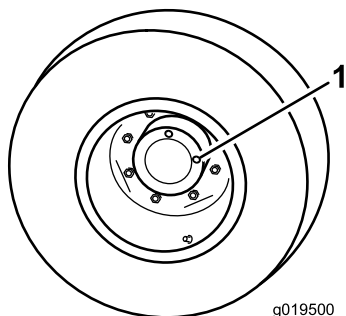

Figura 58
1. Con la macchina parcheggiata su terreno pianeggiante, posizionate la ruota in modo che un tappo di controllo si trovi a ore 12 e l'altro a ore 3 (Figura 58).
1. Tappo di controllo/spurgo (2)
2. Rimuovete il tappo a ore 3 (Figura 58).